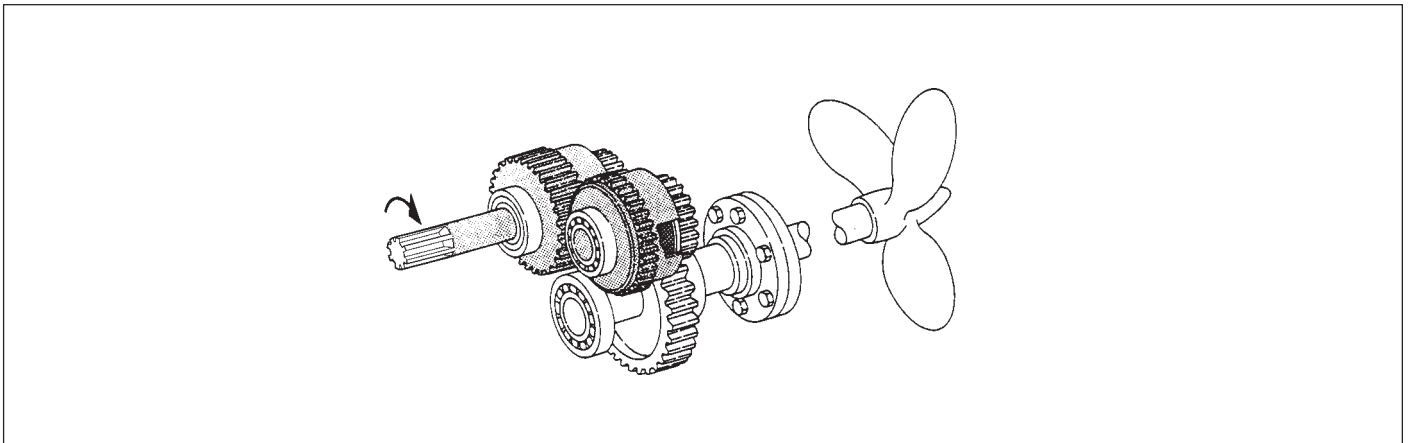

Fig. 3
- **Folle:** la posizione di folle viene inserita dal distributore quando posizionato in posizione di Neutral. In questa situazione non sono inserite le frizioni di «MA» e «RM» e quindi il moto si arresta alle campane frizione (Fig. 3).
- **Neutral:** *the selector valve is placed in neutral position. Both reverse and forward clutch are disengaged. The motion is limited to the rotation of the clutch housings (Fig. 3).*